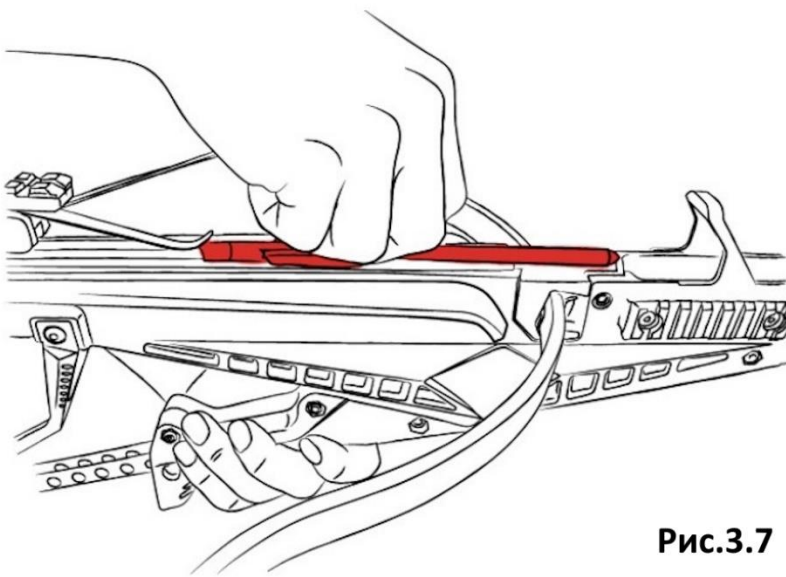

Рис.3.7
5. Для производства выстрела ровно уложите стрелу в паз на направляющей арбалета, при этом обратите внимание, что выемка в форме полумесяца на хвостовике стрелы находится параллельно тетиве (Рис. 3.7). Сдвиньте стрелу назад под прижимную планку до упора к защелке спускового механизма, удерживающей тетиву.